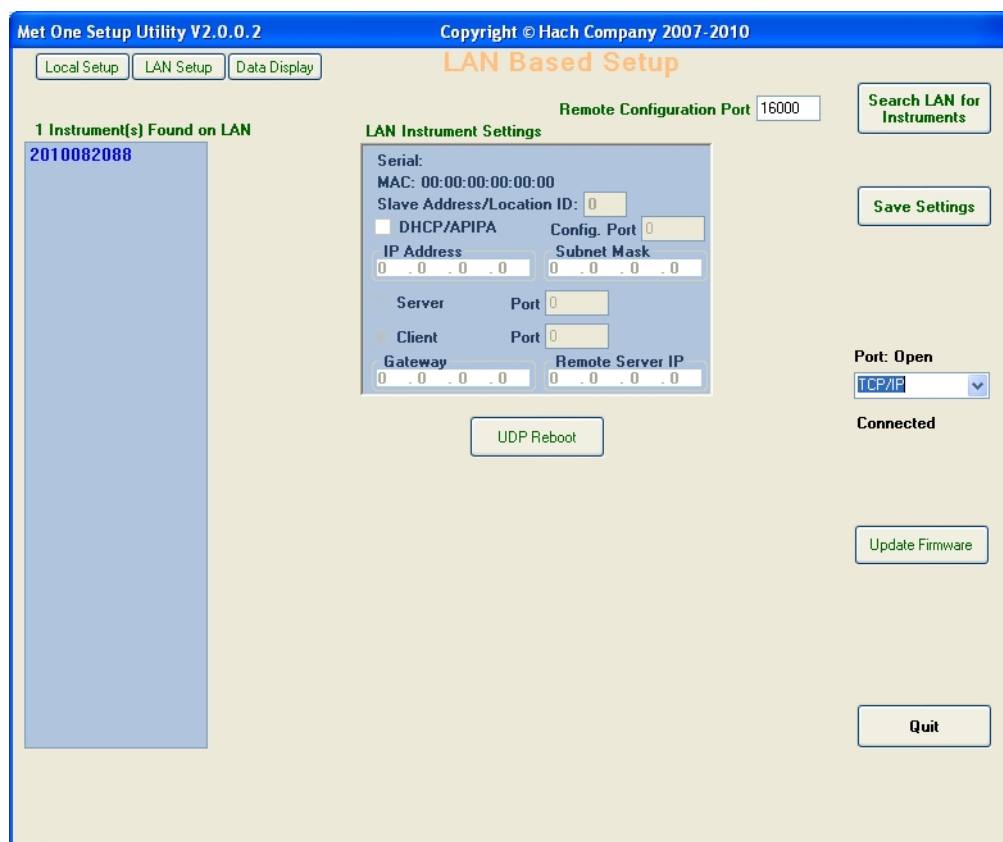

Figure 11 Réglage LAN pour unités Ethernet
1. Dans le programme utilitaire, sélectionner **LAN SETUP ( RÉGLAGE LAN)**. La fenêtre de réglage de base LAN montrera (Figure 11). Le logiciel cherchera les instruments LAN.
2. Si les instruments LAN sont trouvés, les instruments seront énumérés comme indiqué en Figure 11. Sélectionner un instrument pour montrer les réglages instrument LAN.